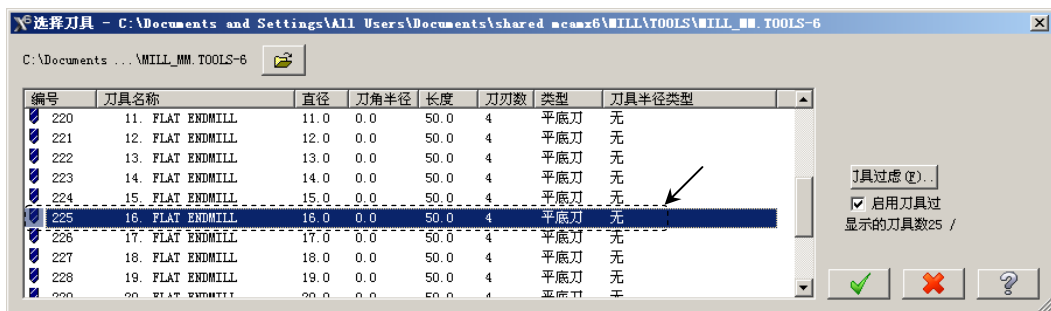

图 12.15 “选择刀具”对话框
Step4. 选择刀具。在“曲面精加工平行铣削”对话框中单击 按钮, 系统弹出“选择刀具”对话框, 在该对话框的列表框中选择图 12.15 所示的刀具。单击 按钮, 关闭“选择刀具”对话框, 系统返回至“曲面精加工平行铣削”对话框。